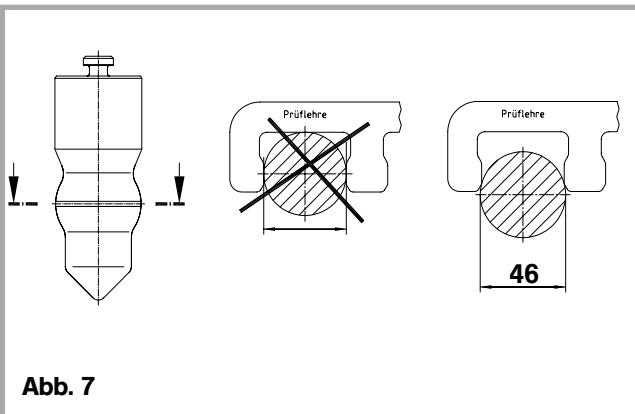

Abb. 7
- Abnutzung mittels ROCKINGER-Prüflehre (Bestell-Nr. 57122) ermitteln (s. Abb. 7)